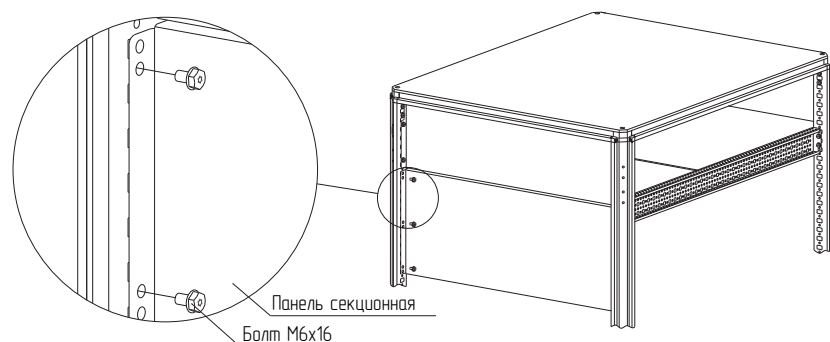

Рисунок 63
4.36.2 Закрепить панель секционную внутреннюю заднюю 4В на нужной высоте к стойкам каркаса болтами М6х16 (рисунок 63). Момент затяжки – 7 Н·м. Болты приобрести отдельно.